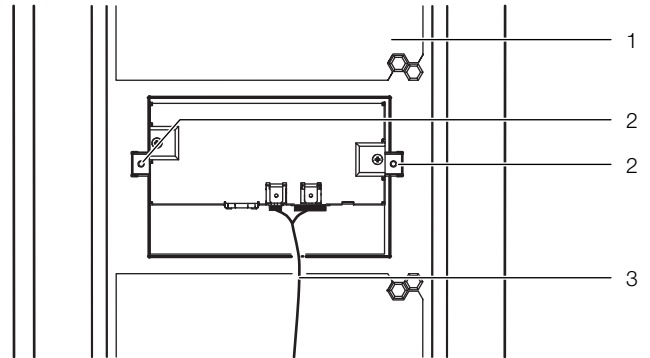

Fig. 55 : fixation de l'écran
- Insérez l'écran de l'extérieur dans l'espace prévu à cet effet jusqu'à ce qu'il soit calé à l'avant contre la porte (fig. 55, pos. 1) du Liquid Cooling Package.
- Serrez les deux vis de fixation de l'intérieur (IS 2,5) (fig. 55, pos. 2).